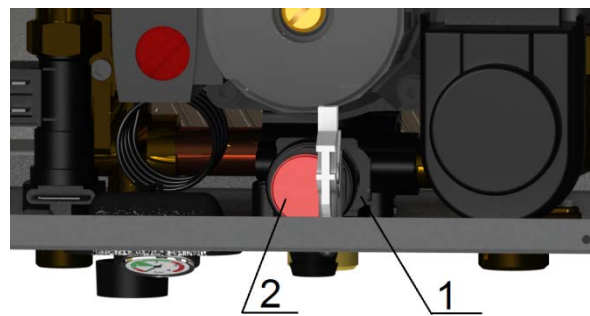

Рис. 21 Демонтаж предохранительного клапана
- извлечь фиксатор (1), см. рисунок 21, и вытащить на себя и вверх предохранительный клапан (2) из насоса;